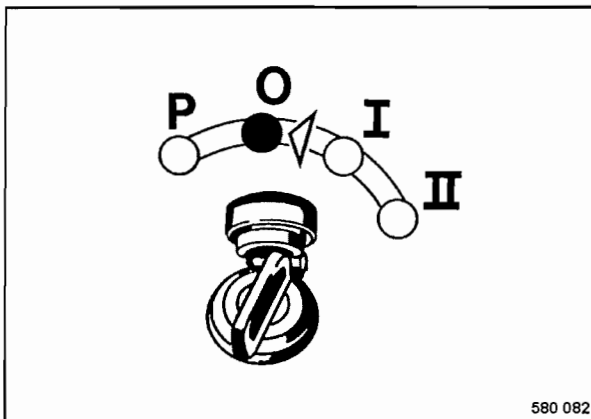

Fig. 41
- Colocar la llave de encendido (Fig. 41) en posición "0" ó "P" y extraer la llave de encendido.